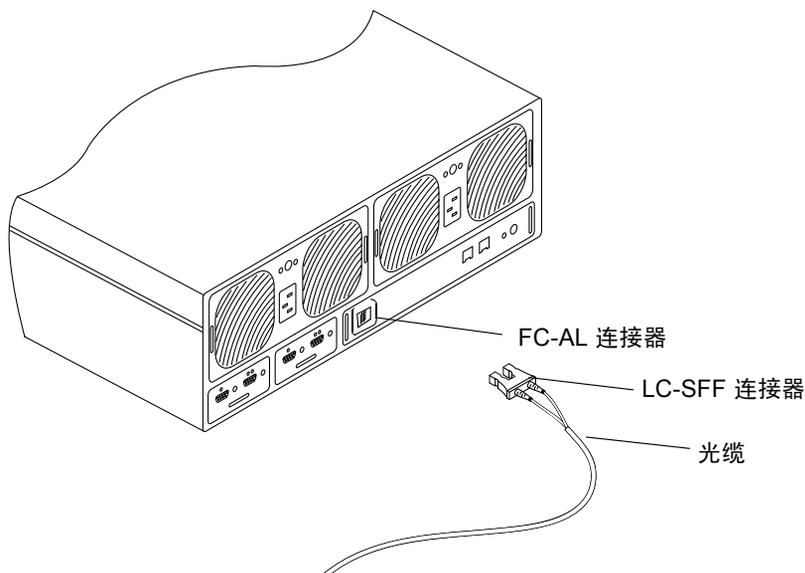

图 6-2 将光缆连接到 Sun StorEdge T3+ 阵列上的 FC-AL 连接器
1. 将光缆连接到主机总线适配器 (HBA)。确保将光缆上的标准连接器 (SC) 接入 HBA。
2. 将光缆的另一端接入位于主（下方）部件后部的控制器卡上的 FC-AL 连接器。将电缆的 LC-SFF（小波形因数）端接入 FC-AL 接口（图 6-2）。